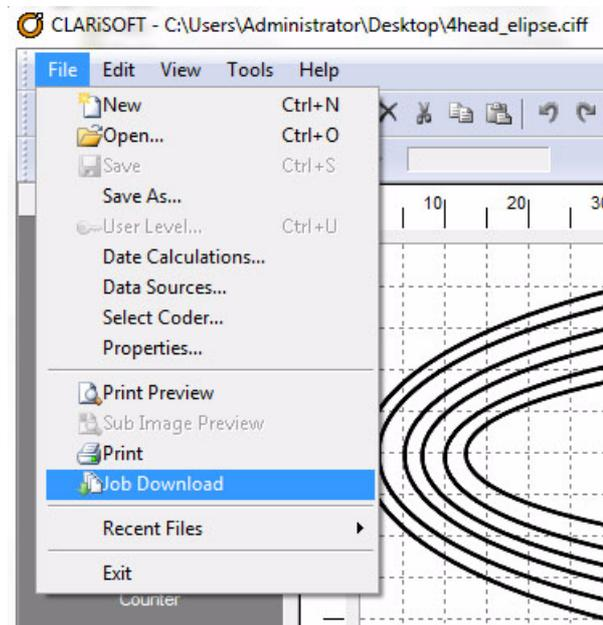
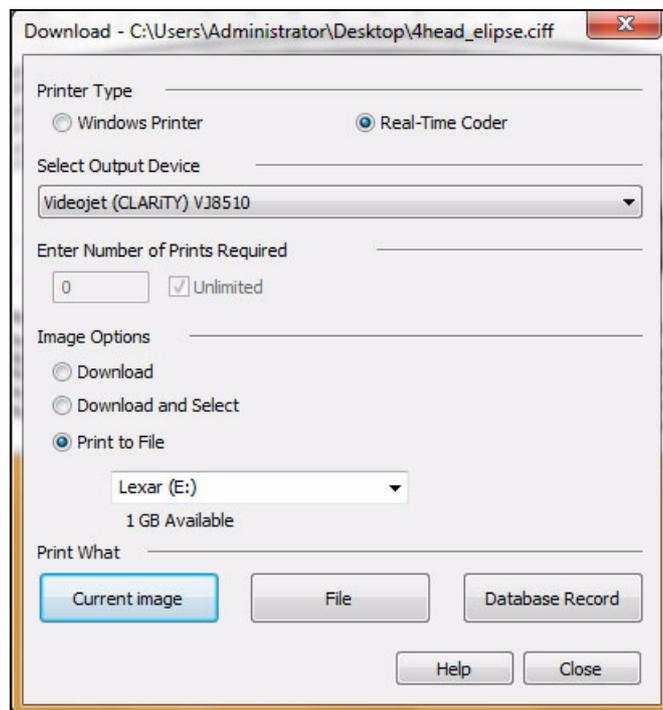

Рис. 6-6: Команда "Загрузить задание"
Рис. 6-7: Команда "Загрузить задание"
- 2 В меню *Файл*, нажмите *Загрузка задания* (см. Рис. 6-6). Появится меню *"Редактор"* (см. Рис. 6-7 на стр. 6-7).
- 3 Выберите название принтера из списка "Тип принтера", (см. Рис. 6-7).